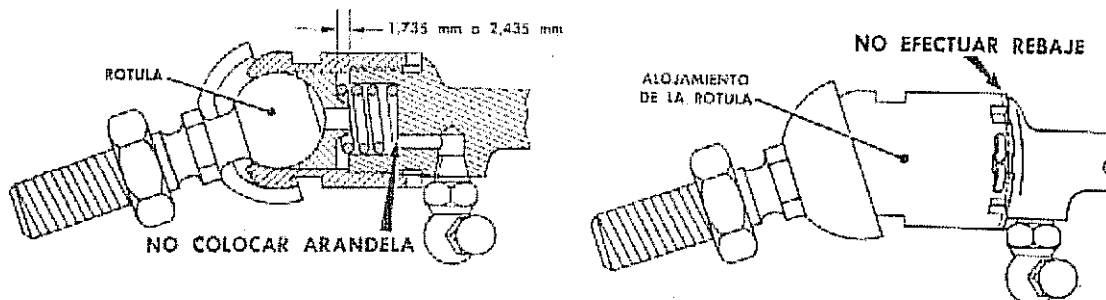
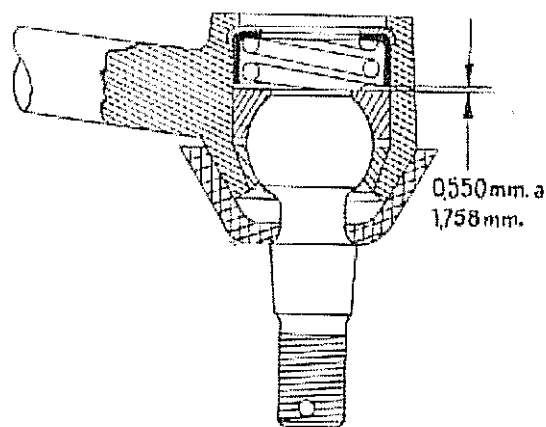

Fig. 312
Fig. 313
- En todo momento debe respetarse el juego existente en el extremo interior de la bielata, que debe estar comprendido entre 1,735 mm y 2,435 mm (Fig. 312). El juego del extremo exterior de la bielata debe estar comprendido entre 0,55 mm y 1,758 mm (Fig. 313).
Bajo ninguna circunstancia deben suplementarse los resortes de las rótulas ni tampoco rebajar el extremo amuecado del alojamiento de la rótula (Fig. 312). Cualquiera de estos procedimientos erróneos, provocará un apriete excesivo de la rótula en su alojamiento y su posterior rotura.